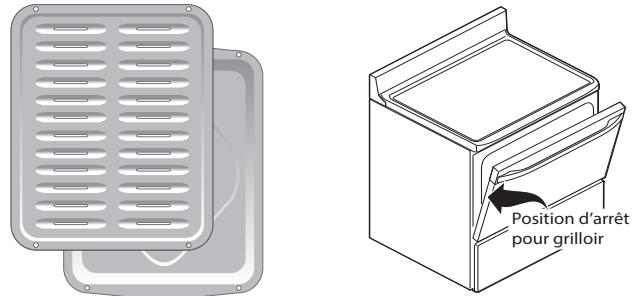

Figure 11 : Lèchefrite et grille de lèchefrite (G) ; porte ouverte à la position d'arrêt (D)
3. Appuyer sur pour griller à haute intensité (HI) ou sur pour faible intensité (LO). La majorité des aliments peuvent être grillés avec la fonction < Broil > (griller) réglée sur < HI > (haute intensité). Sélectionner le paramètre < LO > (faible intensité) pour éviter un excès de brunissement ou le séchage des aliments qui doivent être bien cuits.
6. Déposer la lèchefrite avec grille sur la grille du four. Laisser la porte du four ouverte à la position d'arrêt durant la cuisson au grilloir (Figure 11).